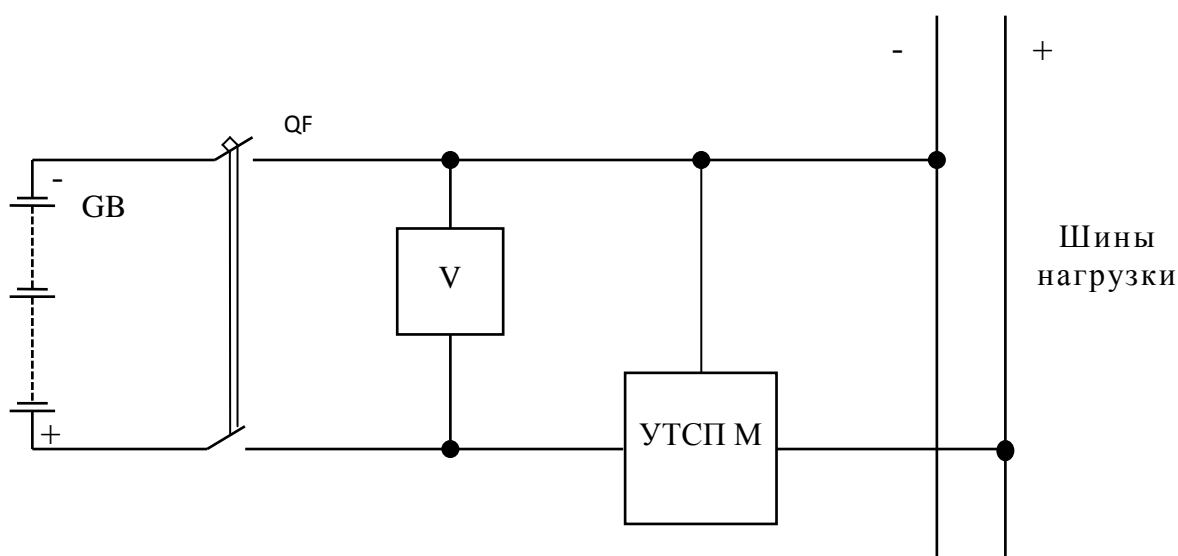

Рис.1
5.1. Устройство УТСП М входит в состав системы питания постоянного тока собственных нужд электрических станций (подстанций), функциональная схема, которой приведена на рис.1.